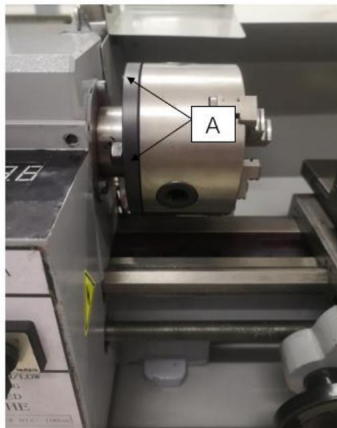

Fig.26
Met deze universele klem kunnen ronde, driehoekige, vierkante, zeshoekige, achthoekige en twaalfhoekige staven worden vastgeklemd. (Fig. 26)
Voor de originele klauwplaat met 3 klauwen die op de draibank was gemonteerd, heeft de fabriek de klauwplaat op de beste manier gemonteerd om de houdnauwkeurigheid te garanderen met twee "0" -markeringen (A) (Fig. 26) op de klauwplaat en de klauwplaatflens.